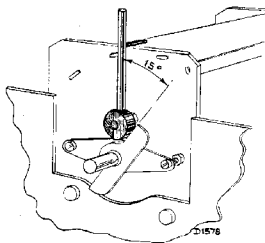

Fig. 3
1. Breng de 15° mal aan (fig. 3) en draai de afstemcondensator zóó ver in de richting van 200 m tot hij stuit.